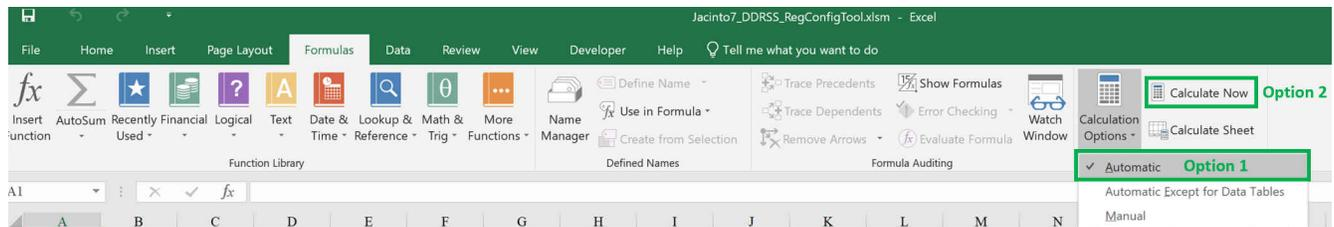

图 4-4. 启用公式计算
1. 从工作簿公式功能区开启自动公式计算（如图 4-4 中所示）。
2. 从工作簿公式功能区选择“Calculate Now”按钮（如图 4-4 中所示）。